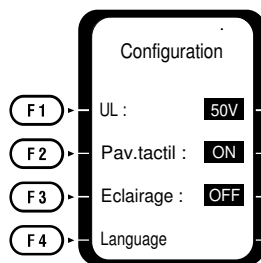

Fig.10
2. L'écran Configuration (Fig.10) s'affiche.